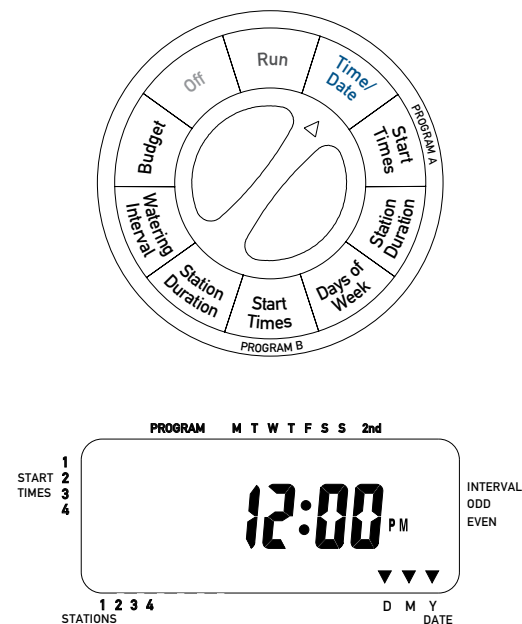

Figura 1: Display a cristalli liquidi con relative informazioni
- 12:00 AM appare sul display, con tre frecce rivolte verso giorno, mese ed anno (D, M, Y). [vedi Figura 1]